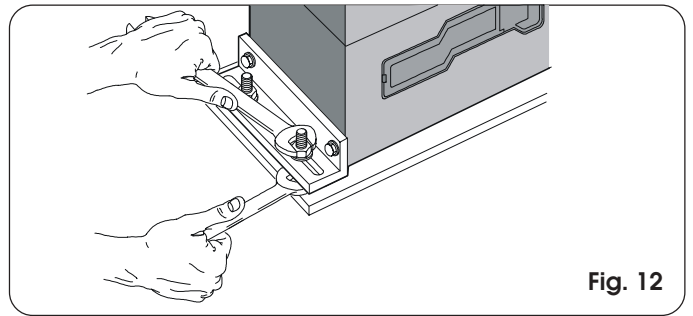

Fig. 12
- 5) Fije el motorreductor en la placa de cimentación, apretando las tuercas tal y como se muestra en la Fig. 12.